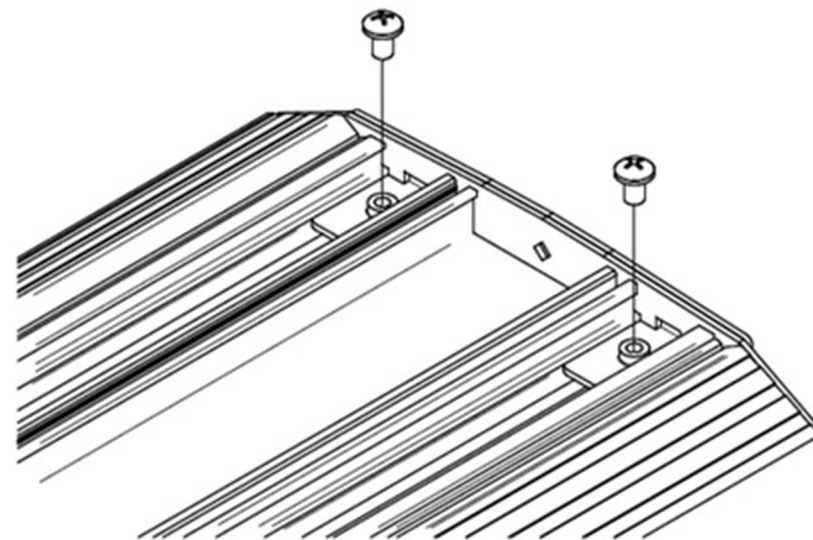

Figure 2/ *Figure 2* / *Figura 2*
3. Install supplied screws into the end mount tab taps, and tighten them to securely capture end mount/assembly. (Figure 2)
3. Insérer les vis fournies dans les trous des pattes et les serrer pour fixer solidement l'ensemble. (Fig. 2)